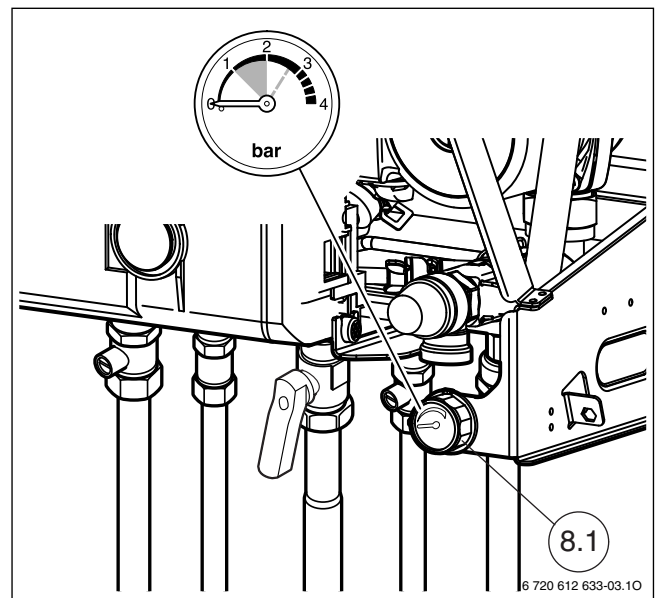

Fig. 6
- Ad impianto freddo la lancetta del manometro (Pos. 8.1, Fig. 6) deve trovarsi fra 0,5 bar e 1,5 bar.